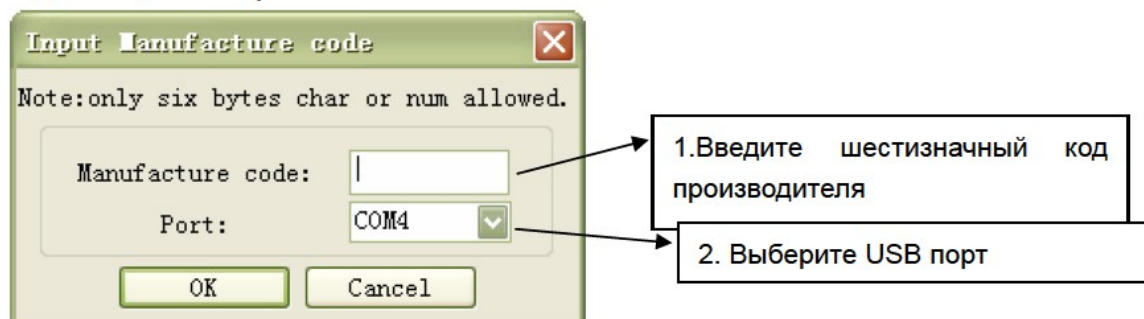

Рис.1-11
(1) Нажмите на клавишу установки кода, появится диалоговое окно для введения кода производителя, как на рис.1-11: